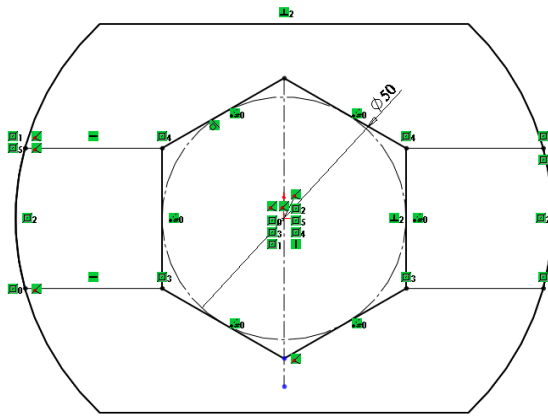

Рис. 3.1.12. Ескіз шестигранної призми та заокругленого витягування
3. Виберіть знову інструмент «Вытянутая бобышка». Площина ескізу – нижня площина основи. Створіть ескіз показаний на рис. 3.1.12.